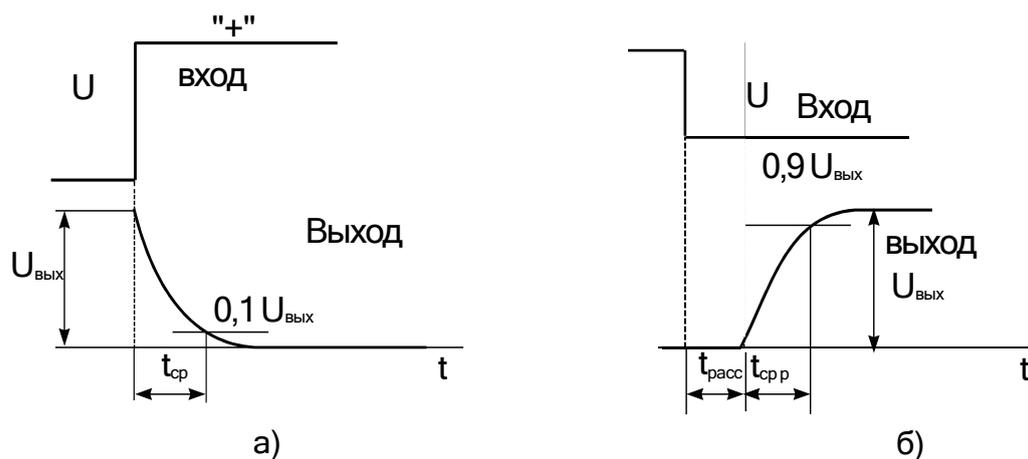

Рис. 4. Осциллограммы входного (вверху) и выходного (внизу) сигналов ключа
4.7.2. Поставить переключатель С1-65 «+ / -» в положение «+». Подключить кабель к «Выходу» ключа, измерить длительность среза выходного импульса (рис. 4а). Заполнить таблицу.
4.7.4. Подключить кабель усилителя Y к «Выходу» макета и измерить время рассасывания $t_{расс}$ и длительность переднего фронта выходного импульса (рис. 4б). Заполнить таблицу.